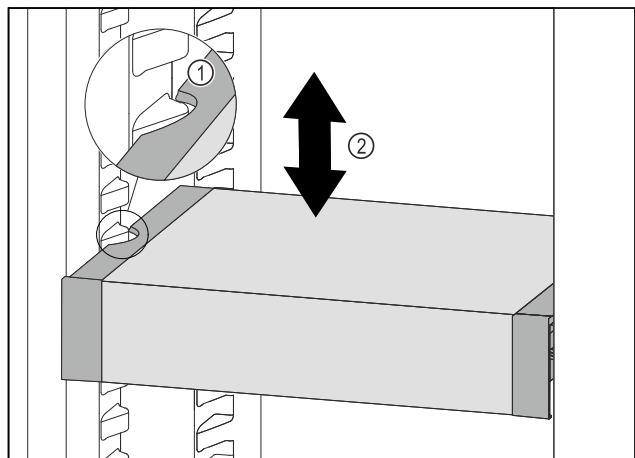

Fig. 108
- VarioSafe nach vorne ziehen, bis sich die seitlichen Aussparungen des VarioSafes auf Höhe der Behälterrippe im Kühlteil befinden. Fig. 108 (1)
- VarioSafe im Kühlteil nach oben oder unten bewegen, bis gewünschte Höhe erreicht ist. *Fig. 108 (2)*